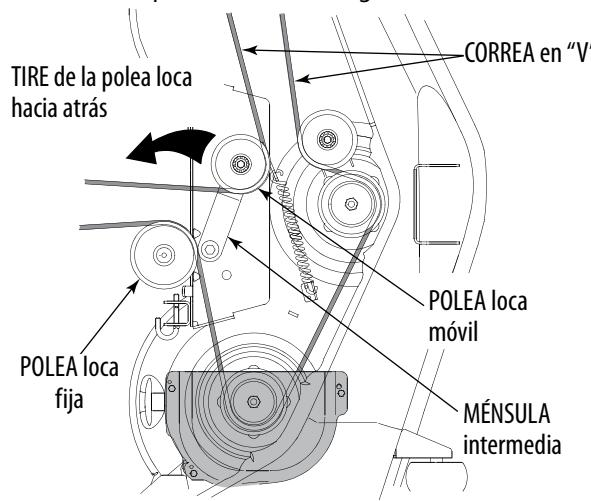

Figura 7-3
- Desde la parte media del tractor, haga girar el soporte de polea loca y la polea loca móvil hacia atrás, separándolos de la parte posterior de la correa en 'V' a una distancia suficiente que permita levantar la correa hacia arriba, por encima de la polea loca. Vea la Figura 7-3.
- Oriente el lado trasero de la correa alrededor de la polea fija de la plataforma. Vea la Figura 7-3.
- Desde la parte media del tractor, haga girar el soporte de la polea loca/polea móvil hacia atrás contra la tensión del resorte y deslice la parte trasera de la correa en la polea loca móvil. Vea la Figura 7-3.
- Asegúrese de que la correa esté en las poleas del husillo de la plataforma y que el lado trasero de la correa esté contra las poleas fija y móvil. Vea la Figura 7-3.